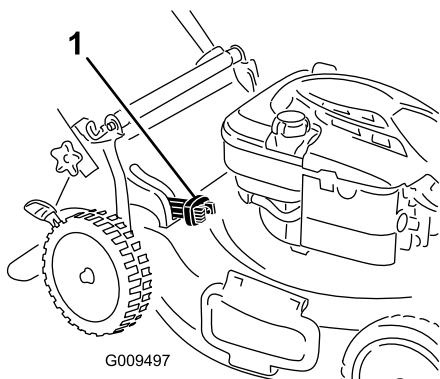

Figura 19
- **Per insaccare erba e sfalcio**, premete il pulsante sulla leva Bag-on-demand e spostatela in avanti fino a quando il pulsante sulla leva non si solleva di scatto (Figura 19).
Nota: Prima di scaricare posteriormente lo sfalcio, togliete il cesto di raccolta dal tosaerba, se montato; fate riferimento a Rimozione del cesto di raccolta \(pagina 12\). La leva di comando del cesto deve essere in modalità di RACCOLTA come illustrato nella Figura 19.